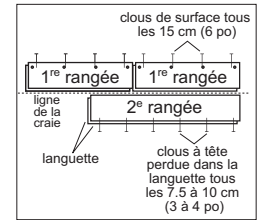

Figure 7
- Pour les deux premières rangées, utiliser les planches les plus longues et les plus droites possible. En cas de planches en vrac ou de largeurs différentes, utiliser la planche la plus large pour la première rangée. Aligner la languette de la première rangée sur la ligne tracée au cordeau. La rainure doit être dirigée vers le mur de départ. Percer à 13 mm (1/2 po) du bord arrière (à rainure), entre 2,5 et 5 cm (1 et 2 po) à chaque bout et autant que possible à des intervalles de 15 cm (6 po) (Figure 7). Fixer à l'aide de clous de finition 4 ou 6d ou de clous de finition de 2,5 cm (1 po) à tête perdue avec frappe pneumatique. Chasser les clous.